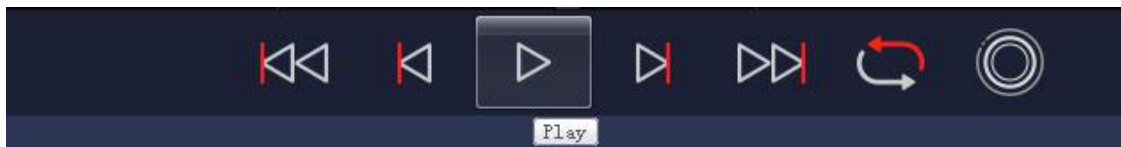

图 D-8 RSView Play 按钮和 Scrub 滑动工具
5.点击 **Play** 按钮可以播放或者暂停数据。使用 **Scrub** 滑动工具前后滑动可以选择数据中不同位置的帧,此工具和 **Record** 按钮在同一个工具栏内(图 D-8)